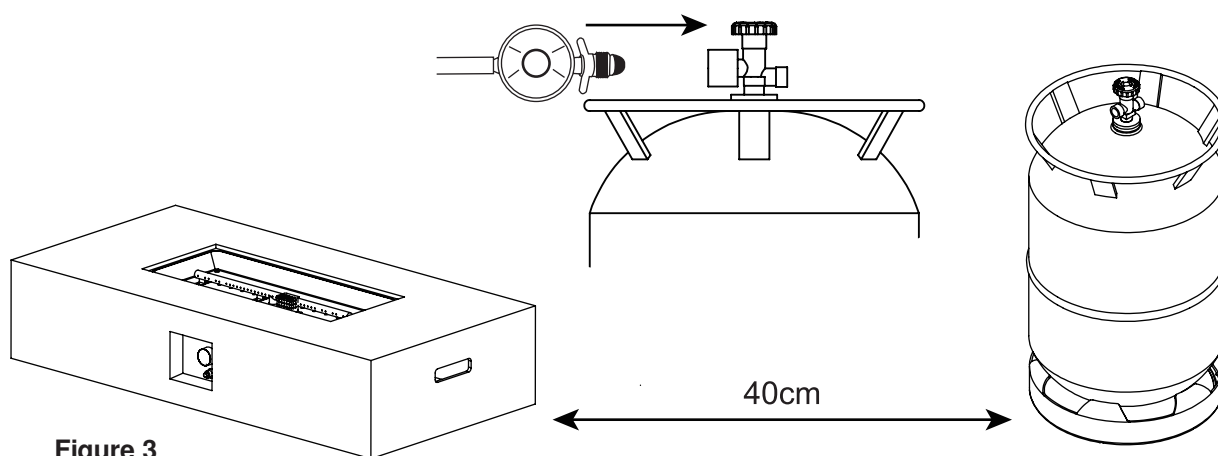

Figure 3
4. Anslut regulatorn till tankens ventil och dra åt ordentligt (se Figure 3).